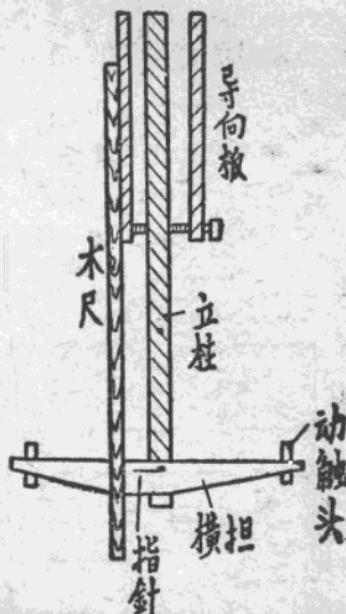

图 9
31. 每壳内挂一个36伏照明灯，为测量各接点的行程距离沿横担的立柱在导向板旁固定一个木尺，在横担上固定一个小指针，如图9所示。调整过程中，指针沿木尺上下运动。在木尺上划出标记线以便于测量各行程的距离。